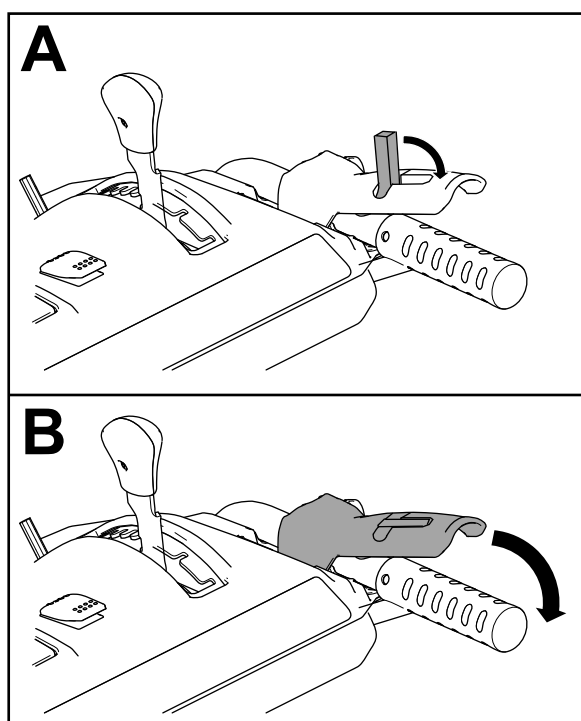

Figure 31
2. Engagez le levier de la vis sans fin/turbine et maintenez-le en place (Figure 31).